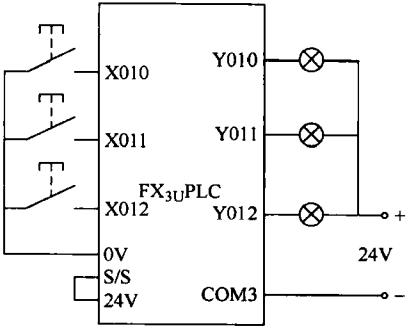

图 2-56 指示灯控制接线图
(1) 控制要求 待机状态所有指示灯不亮；按起动按钮，绿灯亮，同时黄灯闪烁，闪烁 3 次(周期 1s)，然后黄灯熄灭；按停止按钮，绿灯立即熄灭，红灯亮 5s 后停止；运行过程中按紧急事故按钮，黄灯、红灯闪烁 5 次(周期 1s)后自动熄灭。
(2) I/O 分配和 I/O 接线图 X010：起动按钮；X011：停止按钮；X012：紧急事故按钮；Y010：黄灯；Y011：绿灯；Y012：红灯。接线图如图 2-56 所示。